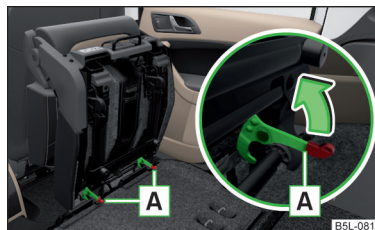

Fig. 72
- > Blocați scaunul la capătul ghidajului prin apăsarea elementelor de blocare **A** în sensul săgeții » fig. 72.
- > Dacă scaunul este demontat, acesta trebuie așezat mai întâi în ghidaje și apoi blocat **A** » fig. 72 la pagina 86 cu elementele de blocare scaun.